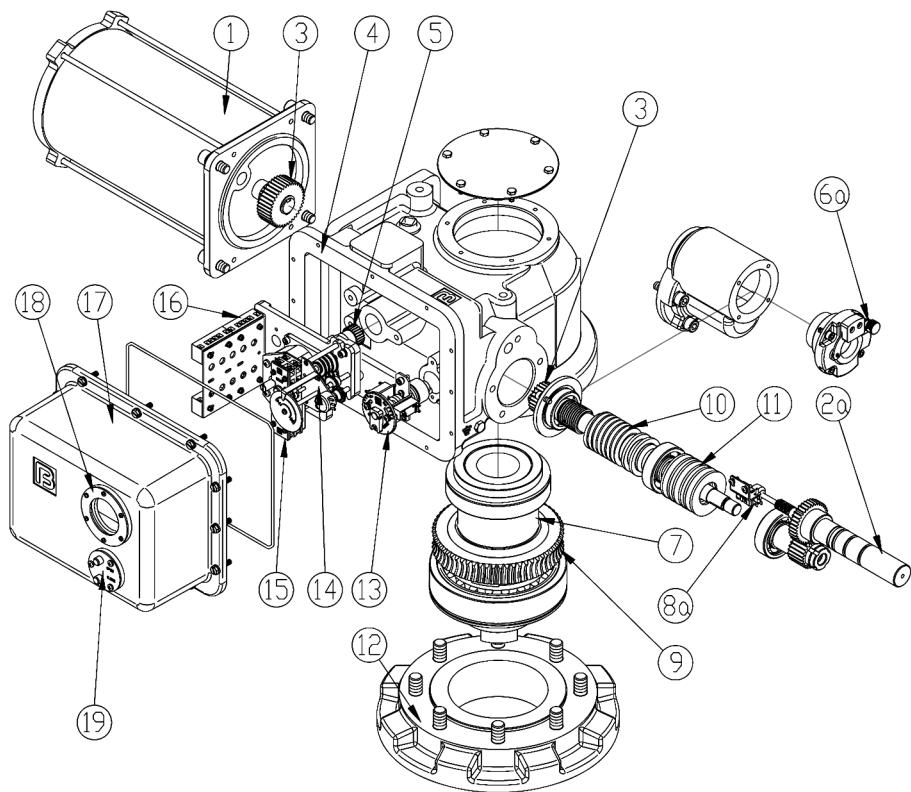

Рис. 5 Электроприводы серии ГЗ-В, ГЗ-Г, ГЗ-Д
2.2 Электроприводы серии Г3-В, Г3-Г, Г3-Д (рис. 5)